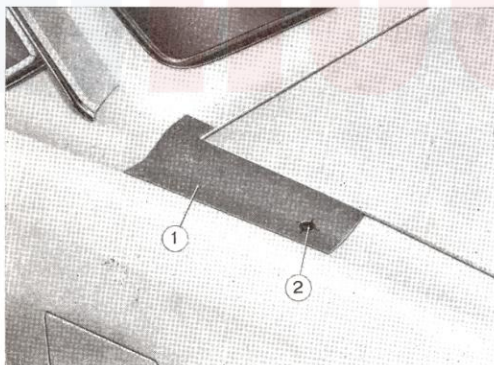

Abb. 125. - Ansetzen der Schablone zum Bohren des Antennenlochs.
- Die Schablone (1, Abb. 125) am Kotflügel hinten links ansetzen;
- an der in der Schablone vorgesehenen Stelle ein Loch in den Kotflügel bohren  $\varnothing 17$  mm (2, Abb. 125). Um das gebohrte Loch herum den Lack gut entfernen, damit ein einwandfreier Kontakt zur Masse hergestellt wird;